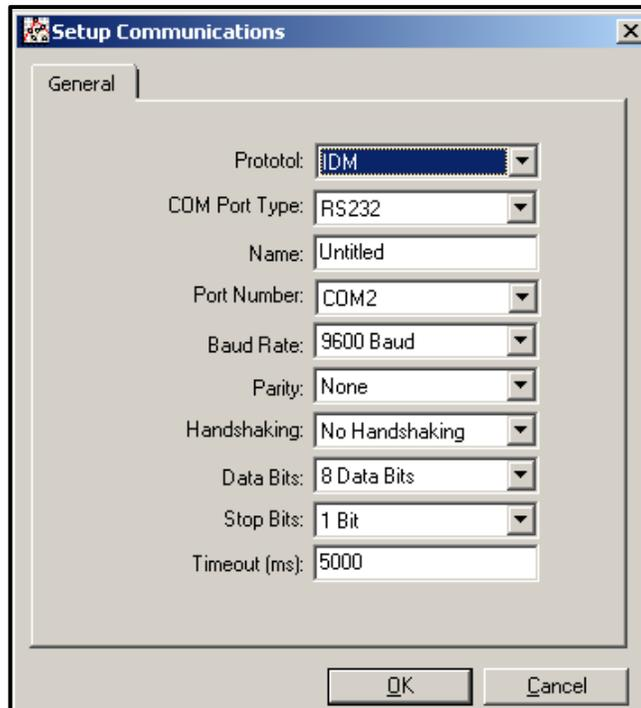

Figura 33: Pantalla de configuración de comunicaciones
- Haga clic en la opción *Puerto de Comunicaciones* para seleccionarla. Aparece la pantalla *Setup Communications (Configurar comunicaciones)* similar a la de la Figura 33.